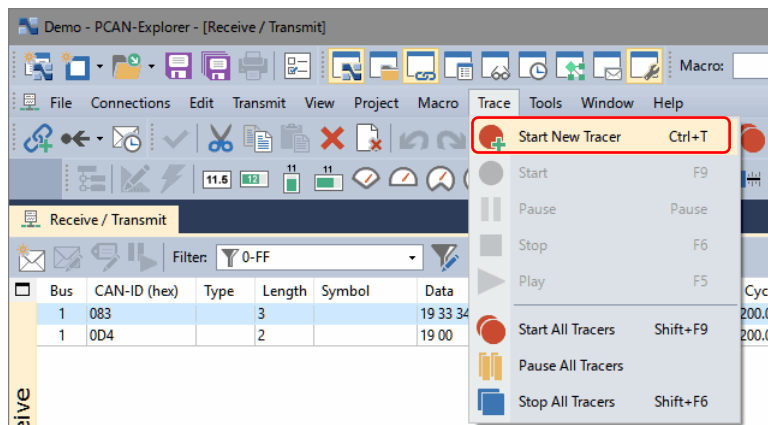

図 8.1-1
メニュー Trace から、Start New Tracer を選択します（図 8.1-1）。
- 1) 作業場所で CAN ノード A、B、C を接続した状態でトレースをとります (図 8.1-1、8.1-2 参照)。
また、いくつかのトレースファイルがある場合、新規トレースタブを開きます (図 8.1-1 参照)。プレイバックしたいトレースデータをロードします (メニュー File から、Open...)。Play ボタンを押します。